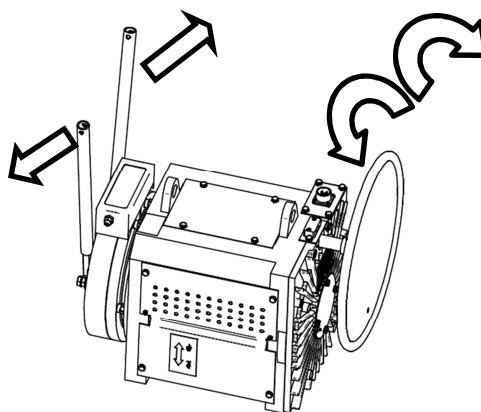

图 20 两人配合盘车
4. 两人配合操作，一人按照 P9 第 4 条操作说明进行松闸，一人匀速盘动盘车手轮，直至轿厢平层（见 P9 图 20）。